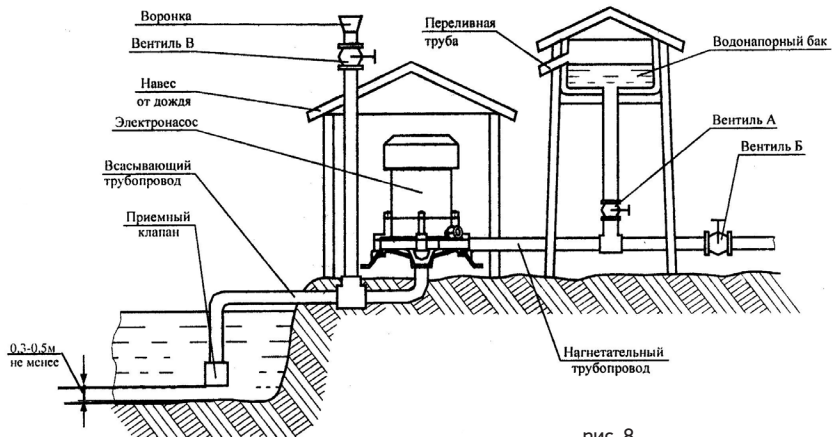
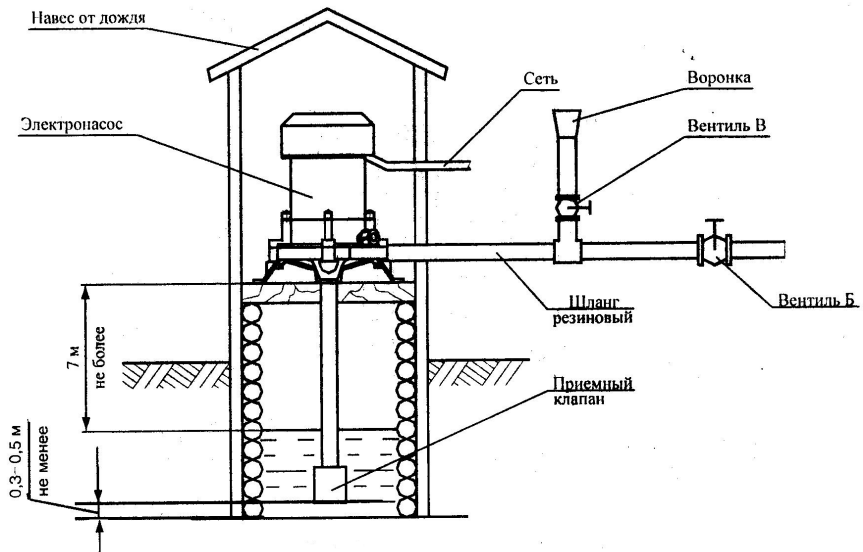

рис. 8
рис. 9
Электронасос комплектуется приемным клапаном (рис.8), который препятствует попаданию в насос
1.5.1. Прежде чем приступить к монтажу электронасоса, необходимо выбрать правильную схему установки и предохранить электронасос от попадания воды в электродвигатель (рис. 8 и 9)
1.6.2. Электронасос рассчитан на продолжительную работу. Предпочтительный расход воды  $0.4 \times 10^{-3} \text{ м}^3/\text{с}$  (24 литра в минуту). Расход воды можно регулировать вентилем или краном, который устанавливается на нагнетательном трубопроводе (рис. 8, 9).
1.8.1. При перекачке воды из открытого водоема (рис. 8), колодца (рис. 9) или скважины, расстояние от дна водоема до приемного клапана должно быть не менее 0,3 м.